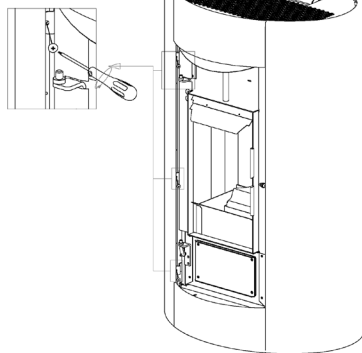
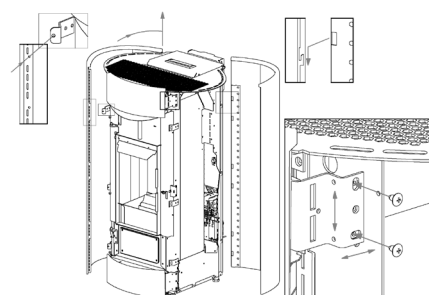

Fig. 60 - Dentes de encaixe
Fig. 61 - Regulações
- Para montar novamente, adotar o mesmo procedimento no sentido inverso, com a possibilidade de regular os painéis dianteiros tanto no sentido vertical como no sentido horizontal para alinhá-los com as laterais (ver **Fig. 60 e Fig. 61**).